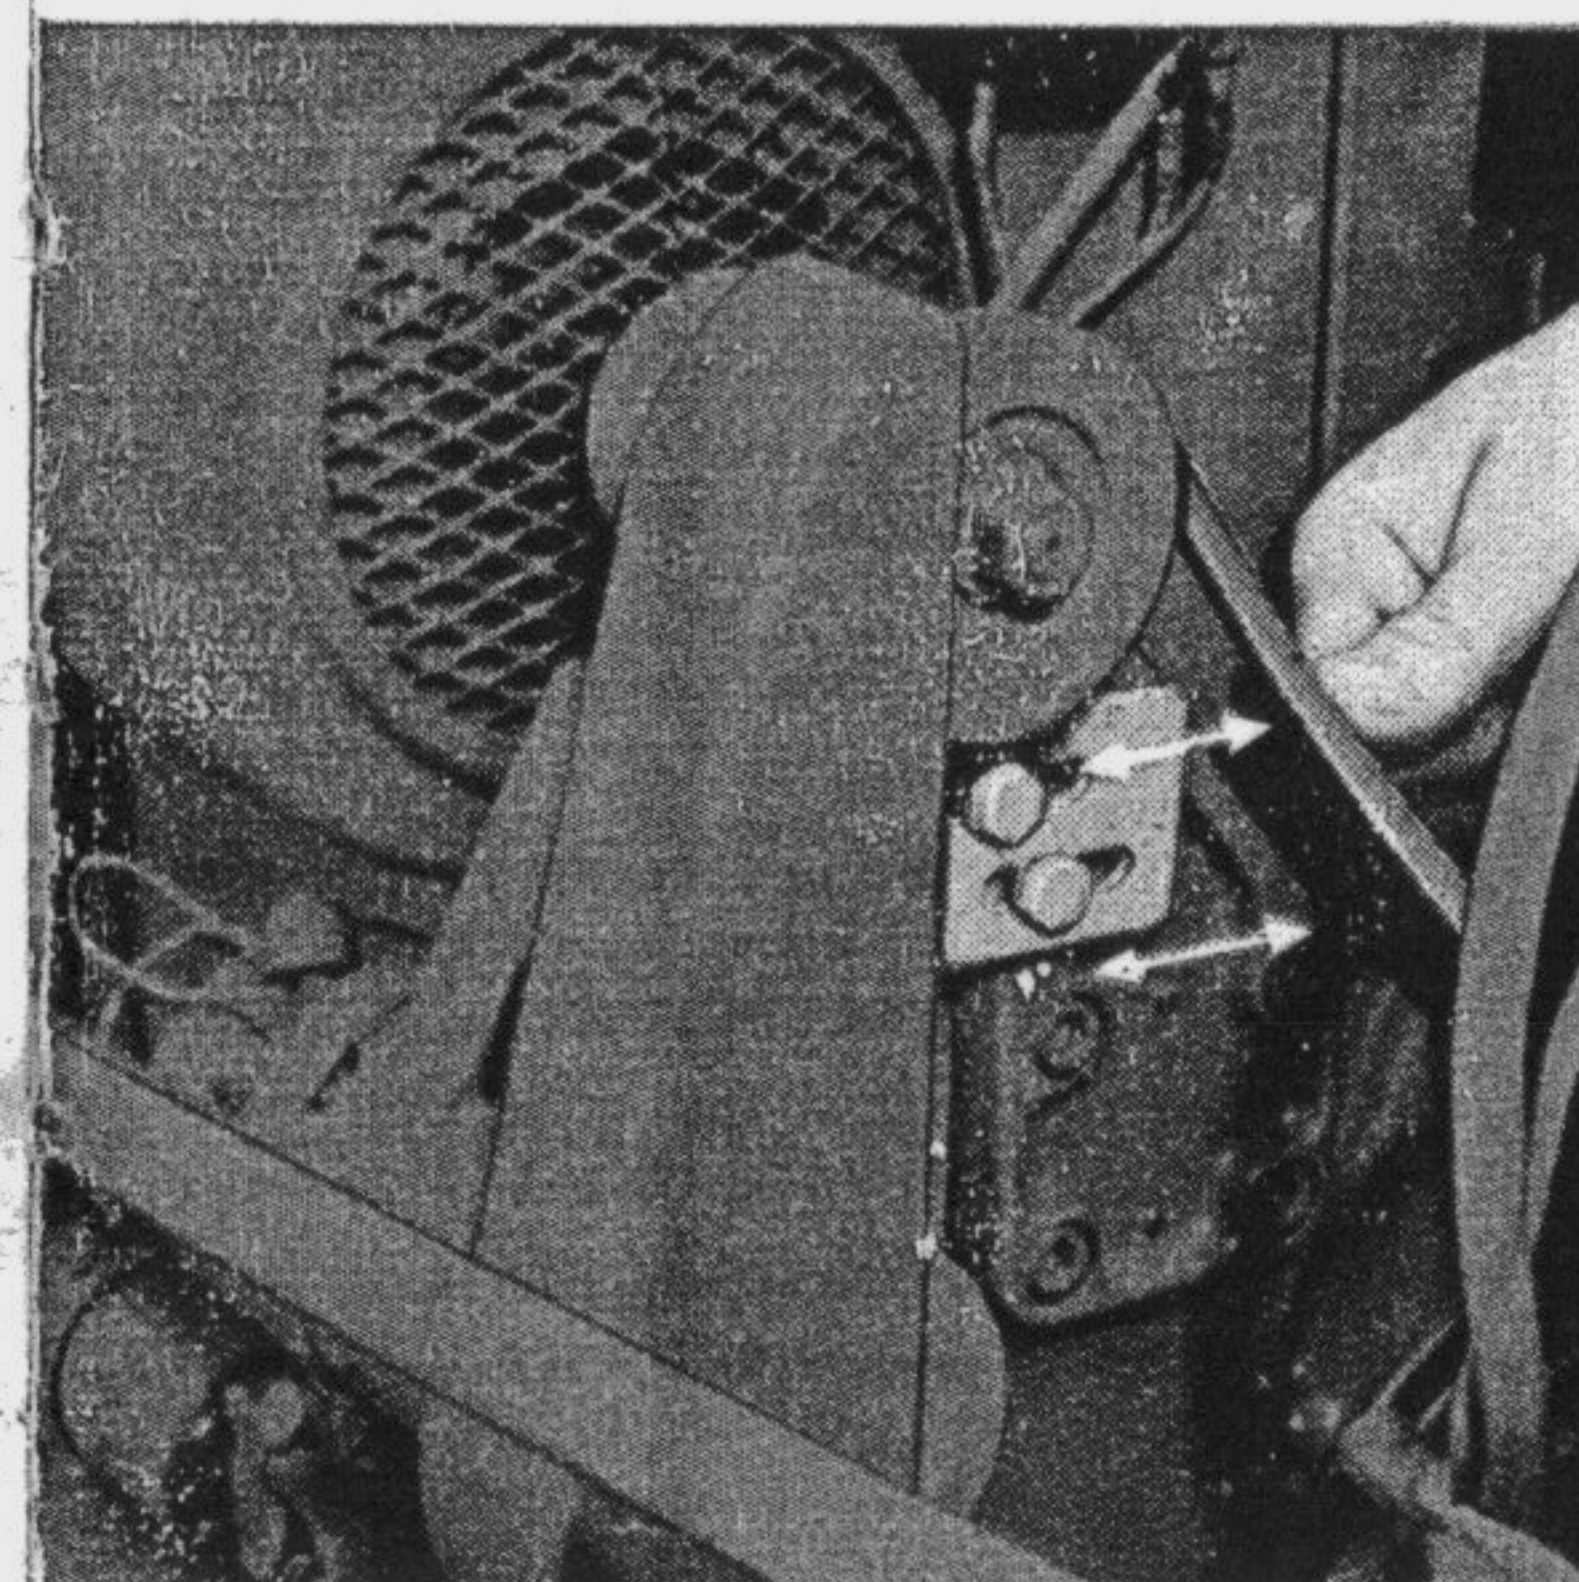
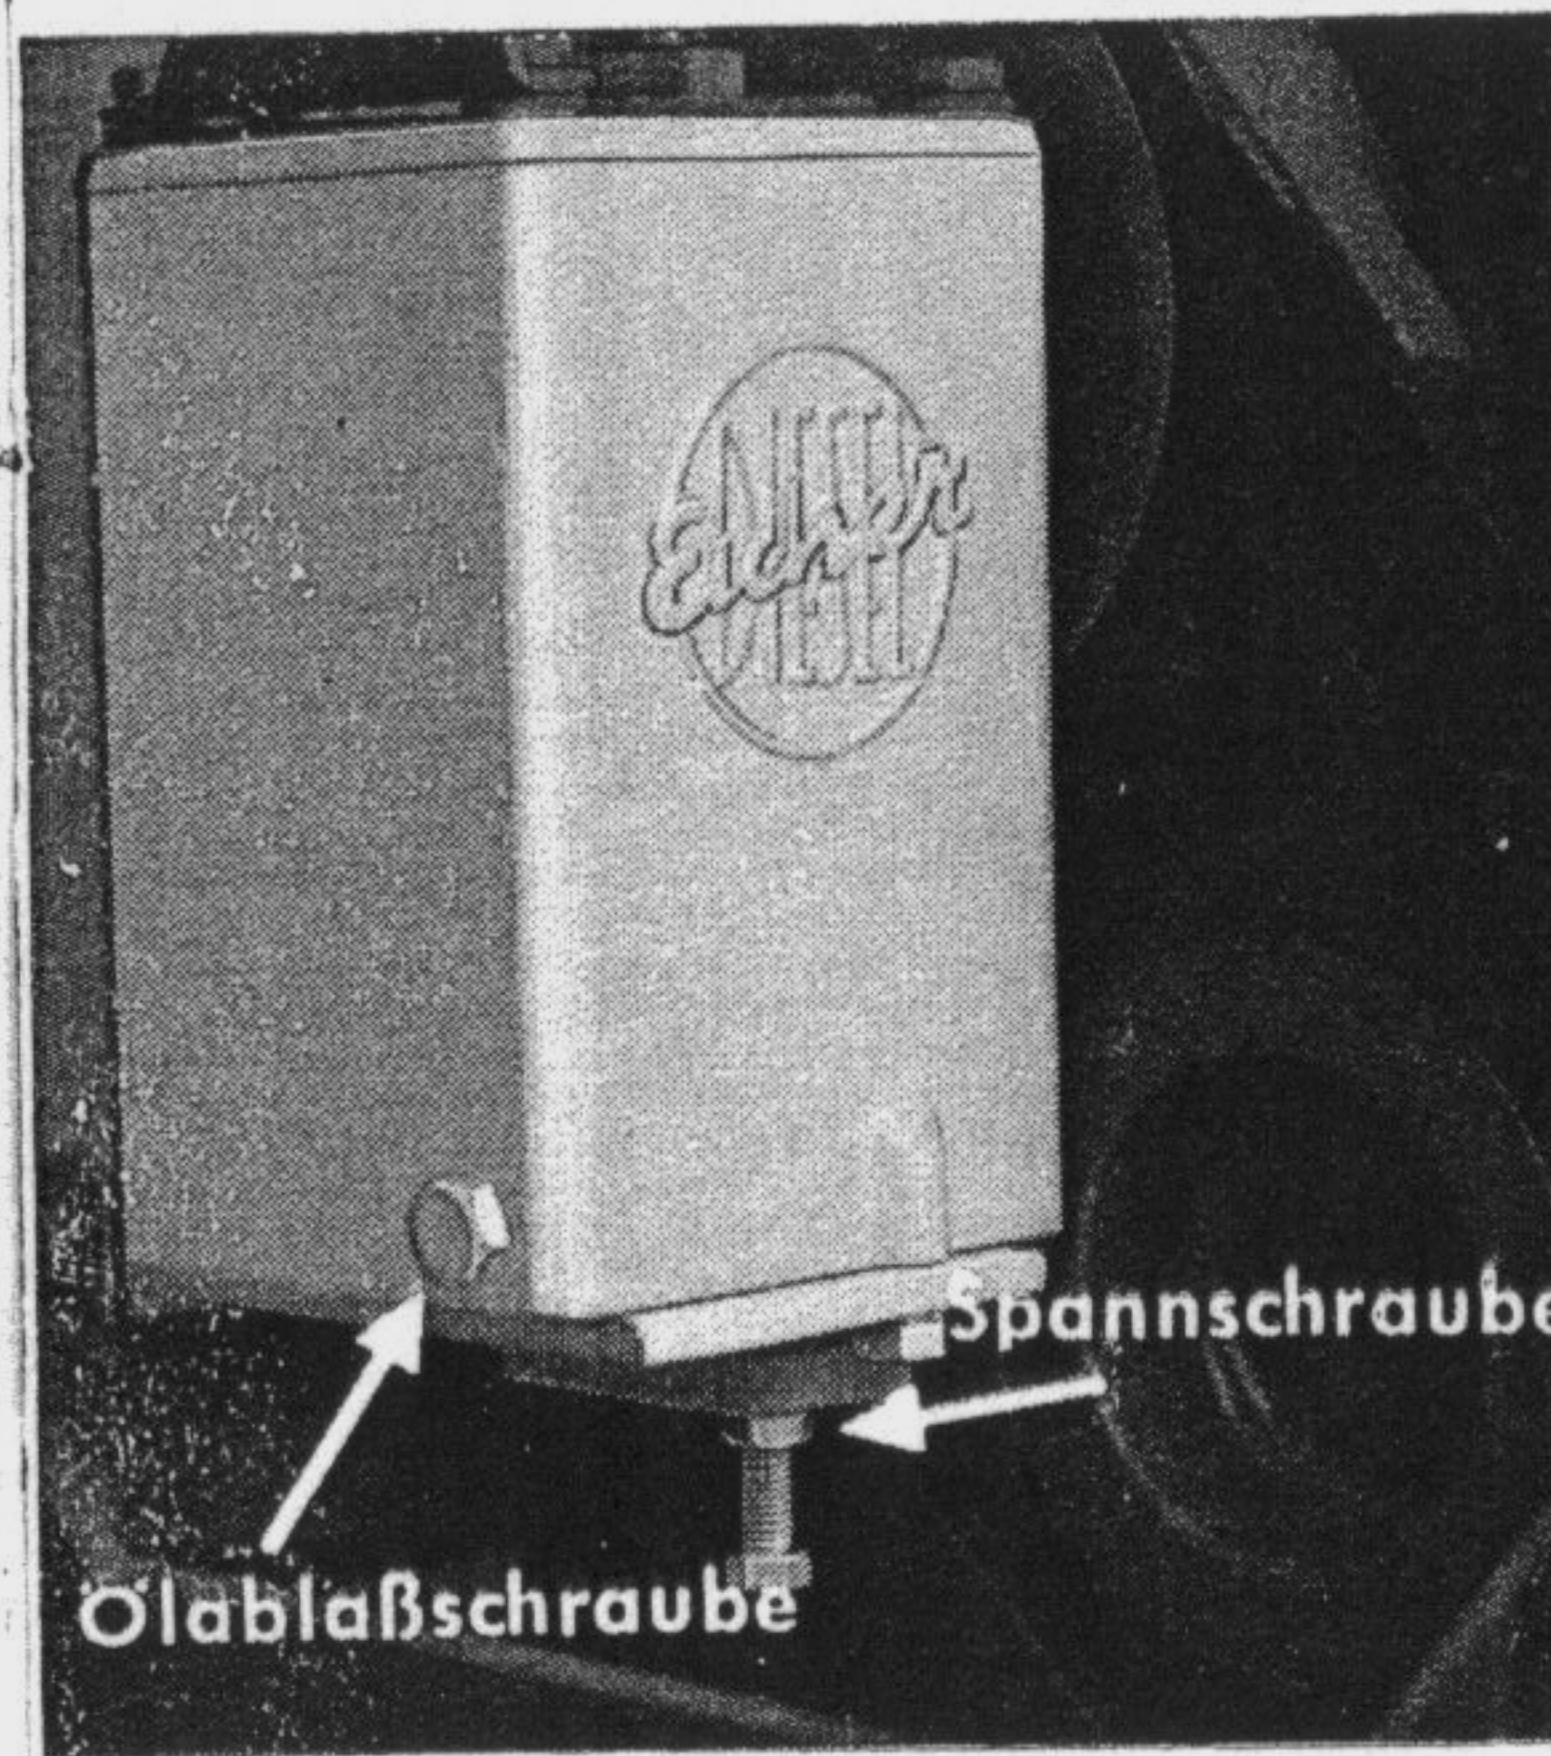

Fig. 56
Fig. 64
- e) Vérifier la courroie trapézoïdale et la retendre le cas échéant (voir fig. 56).
- d) Vérifier l'état et la tension de la courroie trapézoïdale d'entraînement du ventilateur, de la dynamo et de la pompe de relevage hydraulique. La tension est correcte si la courroie peut être enfoncée d'environ 1cm avec le doigt. Après avoir desserré les deux vis sur le support, la courroie du moteur peut être tendue en retirant le support de dynamo (voir fig. 56), la courroie de la pompe hydraulique peut être tendue en resserrant la vis tendeur (voir fig. 64 page 37); ensuite rebloquer les vis. Pour éviter les pannes, il est recommandé de changer par précaution une courroie trapézoïdale dès qu'elle est endommagée.